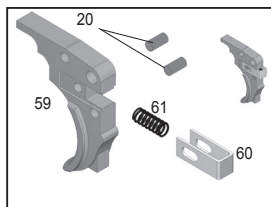

Figura 9: El Gatillo es Jalado desde la mitad derecha del recibidor.
1. Jale el Gatillo (59) y Deslice el Gatillo de Retorno (60) de los dos Pasadores dobles (20). Los pasadores permanecerán en la mitad derecha del recibidor.
2. Hay un resorte (61) entre el Gatillo y el Gatillo de Retorno. Asegúrese de mantenerlo y el otro resorte (con el mismo numero, localizado en el frente del gatillo, no se muestra en la Figura 9).